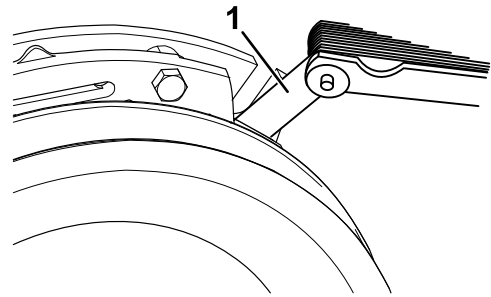
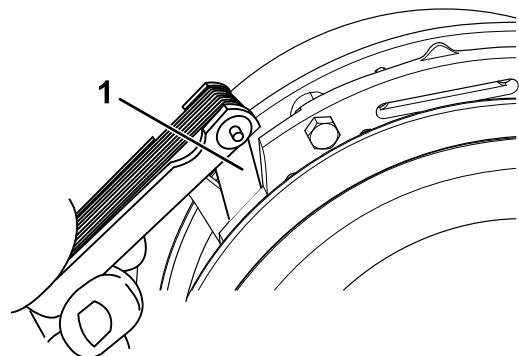

Figure 60
Figure 61
- E. À l'aide d'une jauge d'épaisseur de 0,025 cm (0,010 po), vérifiez qu'il existe un entrefer entre le rotor et la face de l'induit, de chaque côté du pôle de frein, comme montré à la Figure 60 et la Figure 61.